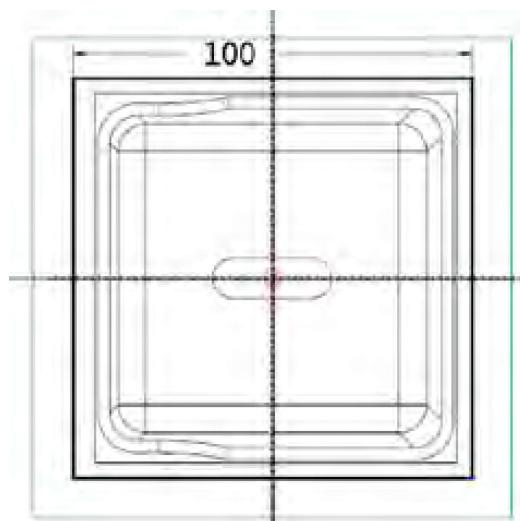

图3-9 绘制一个矩形（ $100\text{mm} \times 100\text{mm}$ ）
Step 15 单击“矩形”按钮 矩形 ，绘制一个矩形（ $100\text{mm} \times 100\text{mm}$ ），矩形的两条竖直边关于 Y 轴对称，水平边关于 X 轴对称，如图3-9中的粗线所示。